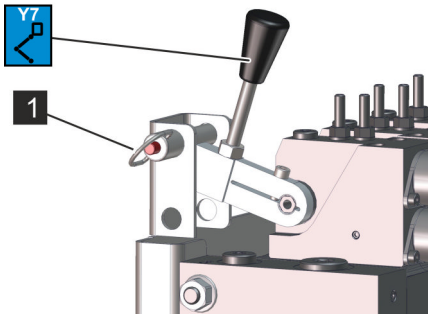

Abb. 168: Verriegelungsstift
5. → Ventil (Abb. 168/Y7) mit dem Verriegelungsstift (Abb. 168/1) verriegeln.